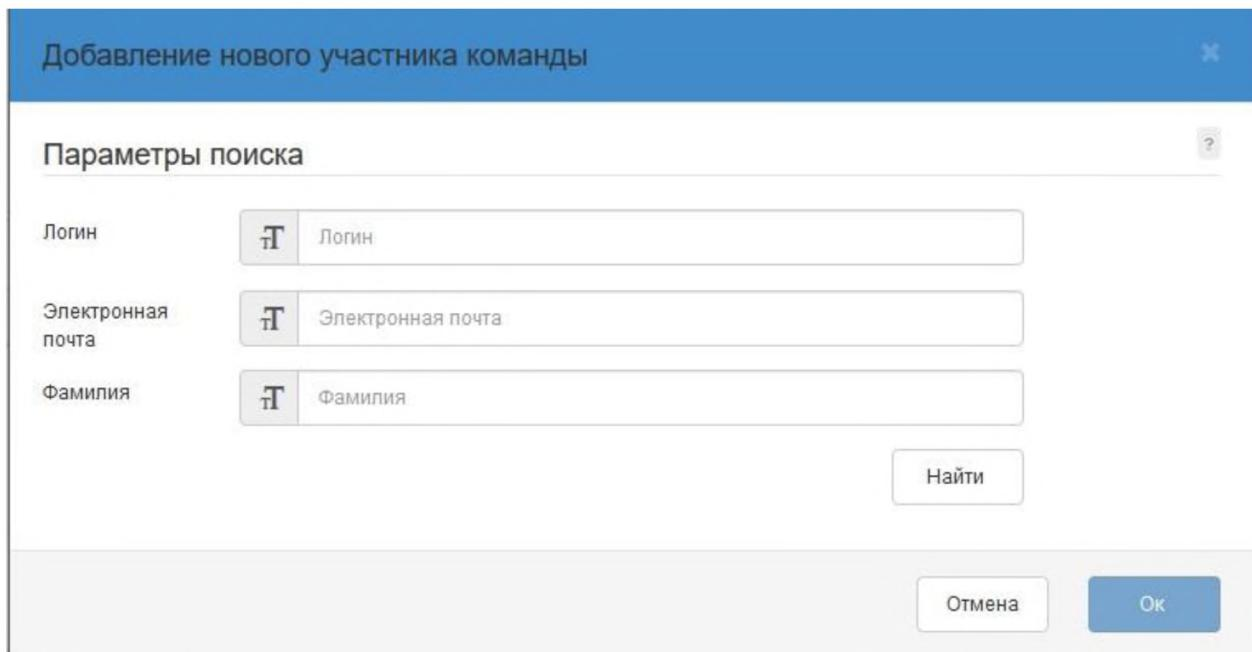

Рисунок 15 – Добавление нового частника команды
- 4) Нажмите **Найти**, выберите пользователей и нажмите **ОК** (рис. 15).